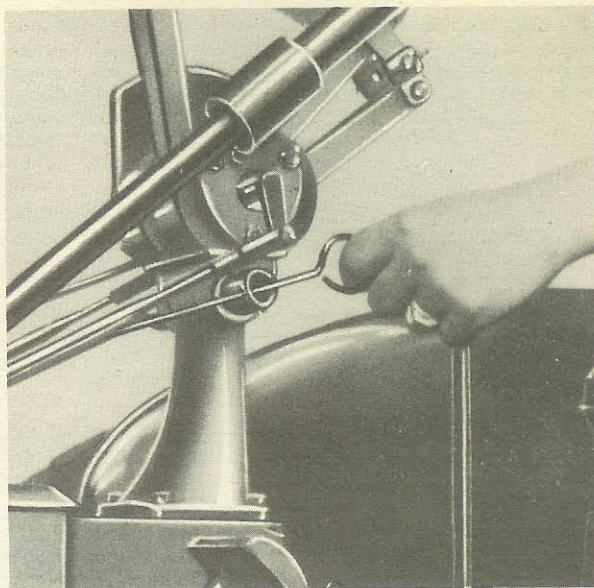

Figure 9 - Manoeuvre de la tringle du volet obturateur d'air.
La tringle du volet obturateur d'air du carburateur permet de contrôler l'admission d'air au carburateur, sans quitter le siège du tracteur. Quand cette tringle (*figure 9*) est tirée de toute sa course, l'admission d'air est coupée, enrichissant de ce fait le mélange carburé pour le démarrage du moteur. Avant le démarrage, tirez sur la tringle pour fermer le volet du carburateur, et repoussez-la à fond pour ouvrir le volet et le remettre en position de fonctionnement normal du moteur.
2. Tirez la tringle du volet obturateur d'air de toute sa course, *figure 9.*
Par temps chaud, ou avec le moteur chaud, tirez à mi-course la tringle du volet obturateur d'air, et faites tourner le moteur à la manivelle, par vigoureux quarts de tour, jusqu'au démarrage, *figure 9*.
Par temps froid ou avec le moteur froid, tirez complètement la tringle du volet obturateur d'air, *figure 9*, et faites tourner le moteur par vigoureux quarts de tour, comme suit:
Dès que le moteur est parti, réglez la tringle du volet de façon à obtenir une marche régulière, sans ratés, et, au fur et à mesure que le moteur se réchauffe, ouvrez graduellement le volet en enfonçant la tringle petit à petit, jusqu'au fond, *figure 9*. Ne vous servez jamais du volet pour enrichir le mélange carburé, sauf pour le démarrage du moteur.